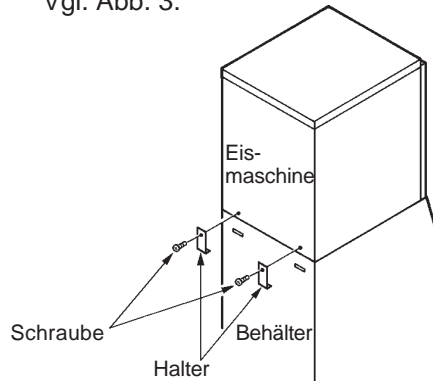

Abb. 3
- 4) Die Eismaschine mit den beiden Haltern und den beiden Schrauben am Vorratsbehälter befestigen. Vgl. Abb. 3.